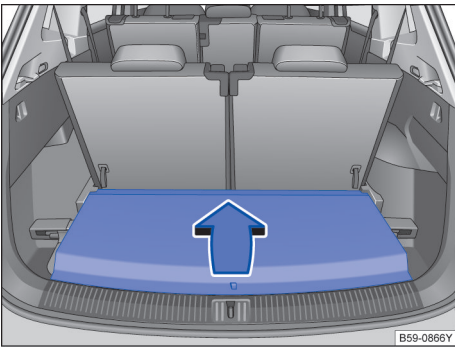

图 201 7 座车型行李厢内：行李厢地板
- 握住把手沿箭头方向→ 图 201 将行李厢地板向前翻折到底。